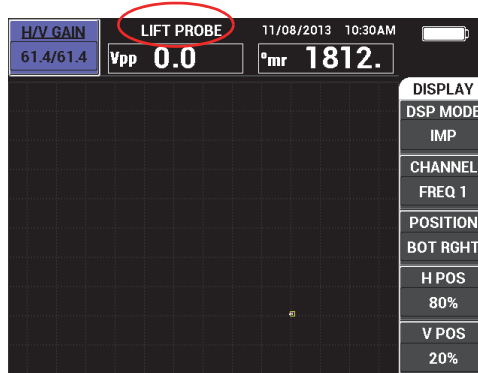

Abbildung 4-4 Meldung SON.ABKPP nach Drücken der Direktzugriffstaste A-LIFT NULL
1. Halten Sie die Direktzugriffstaste A-LIFT NULL () gedrückt, bis ein Signalton ertönt (ca. 3 Sekunden) und die Meldung **SON.ABKPP** eingeblendet wird (siehe Abbildung 4-4 auf Seite 83).